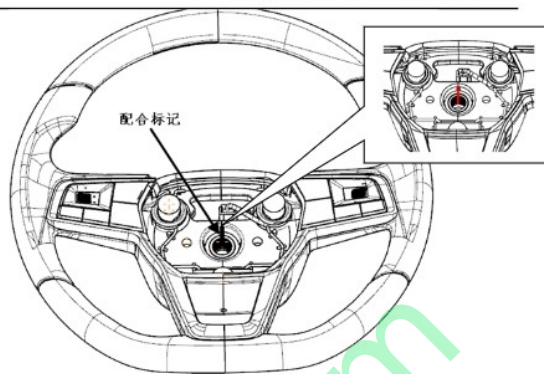

图 4-14
① 在转向盘总成和转向管柱及万向节总成上做好配合标记。如图 4-14 所示。